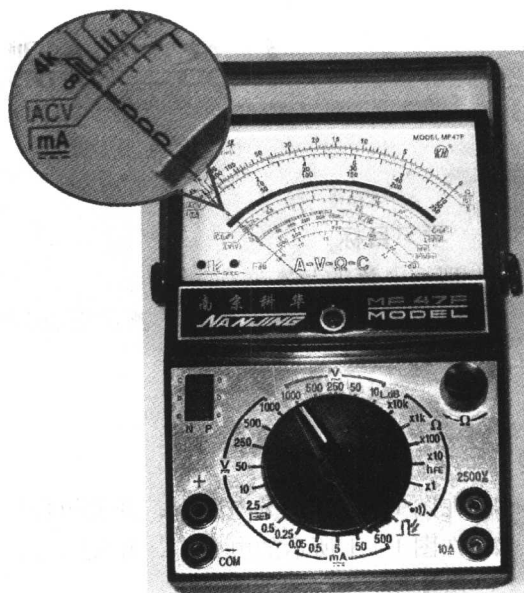

图 1-2-1 万用表面板
1. 选档位：将如图 1-2-1 所示万用表的转换开关拨至测量直流电流的“mA”档（直流电流表则省去这一步骤）。此时，万用表就是一片直流电流表。
- ① 读标“mA”的刻度线，如图 1-2-1 所示。
- ② 转换开关所指的电流值，即为量程。例如，转换开关拨至“50mA”量程时，最大